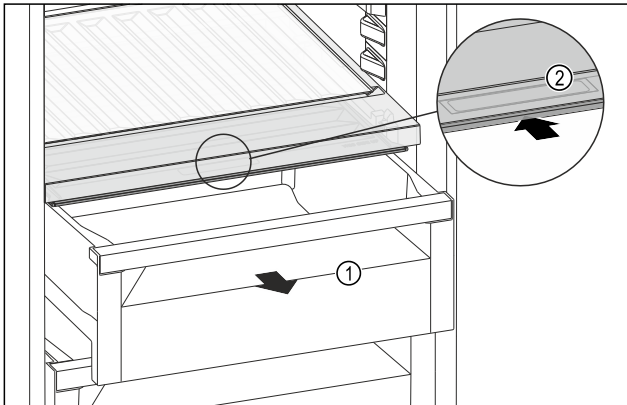

Fig. 159
- Retirer le tiroir Fig. 159 (1).
- Saisir la poignée encastrée Fig. 159 (2) du couvercle du compartiment et pousser le couvercle du compartiment vers l'arrière.